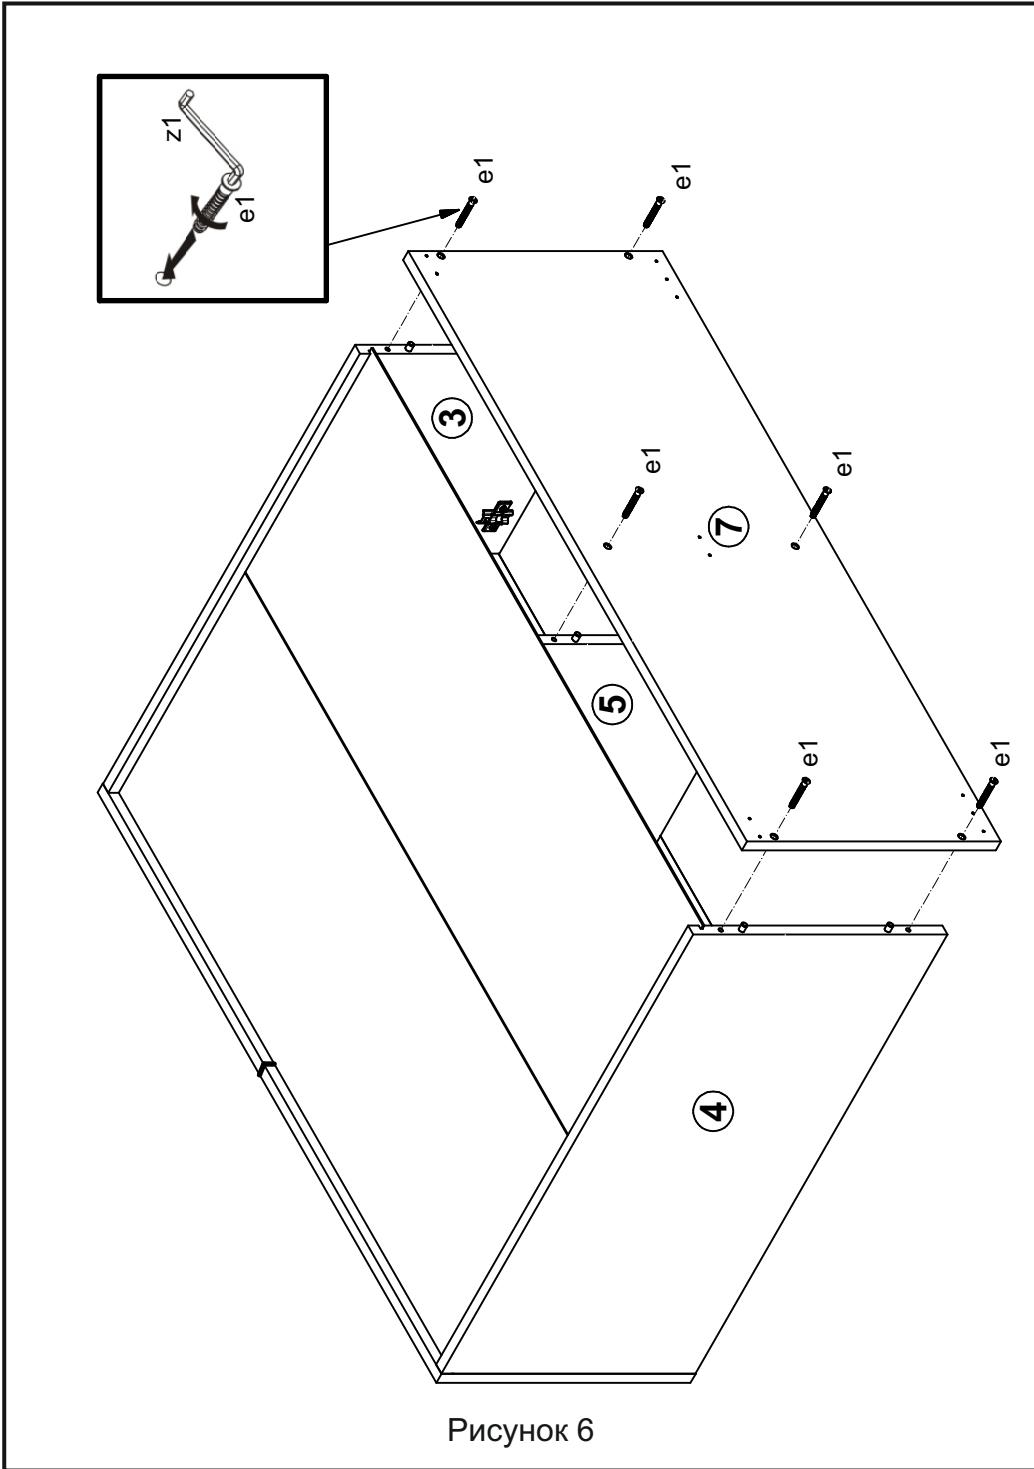

Рисунок 6
4.9. Присоединить щит 7 к стенкам 3,4,5 с помощью штанг f1, затянуть конформаты e1 на нижней поверхности щита 7 пользуясь ключом z1 (см. рис. 6).